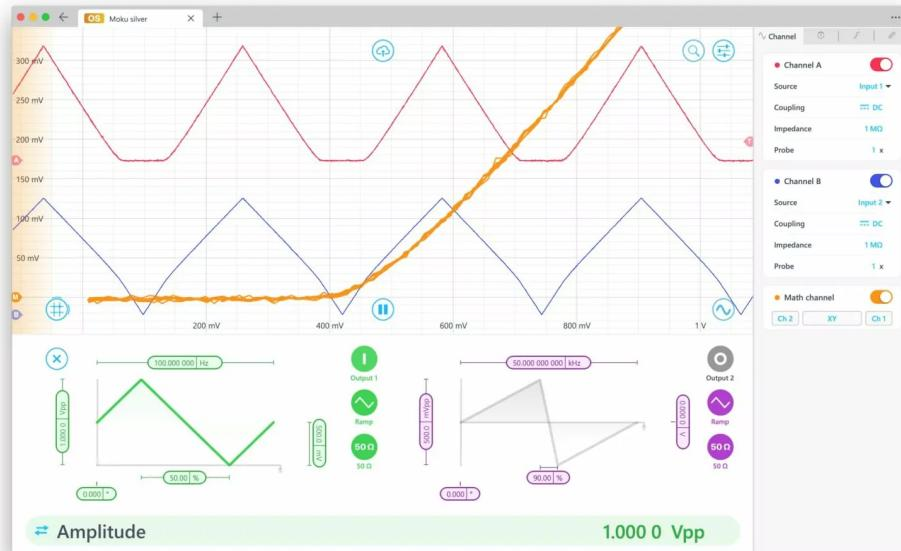

Abbildung 7: Moku:Go Oszilloskop mit X-Y-Mathe-Operator (orange Kurve) und Wellenformgenerator (unten links in grün).
10. Vergleiche die Kurven mit denen in Abbildung 7.